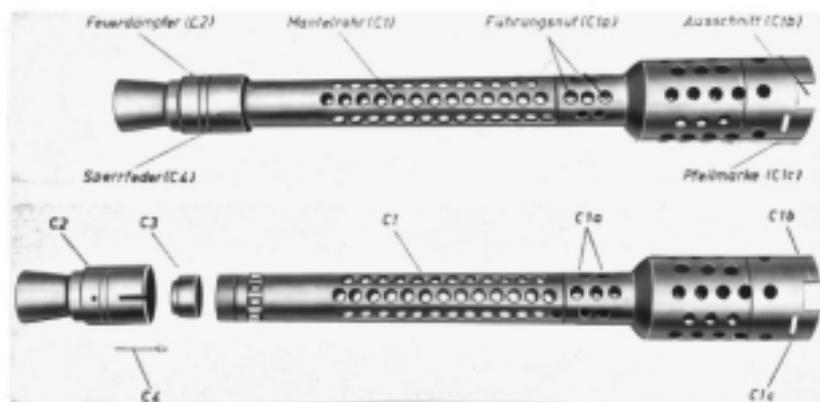

Abb. 9: Mantel (C) mit Einzelteilen
Zum Mantel (C) gehören folgende Einzelteile (Abb. 9):